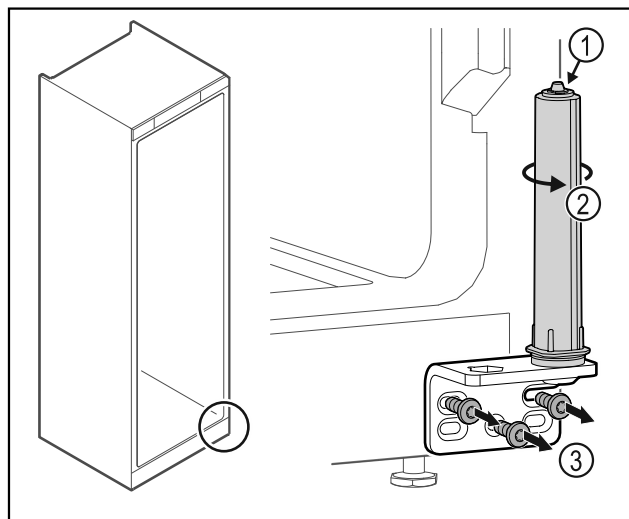

Fig. 18
- ▶ Nerozebírejte uzavírací systém dvířek Fig. 18 (1).
- ▶ Otáčejte uzavíracím systémem Fig. 18 (2), dokud nezacvakne.
- ▶ Odšroubujte úhelník závěsu Fig. 18 (3).